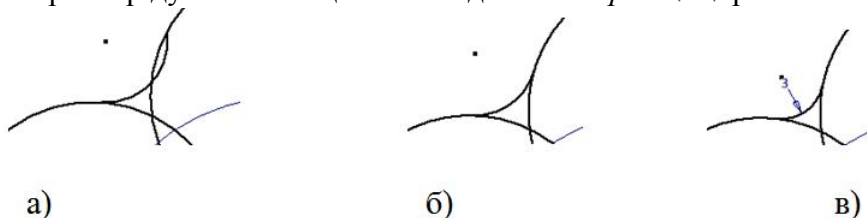

Рис. 4.4. Порядок построения сопряжения
5. Постройте сопряжение окружностей с помощью команды «Дуга» . Укажите первую точку на одной окружности, вторую на второй, третью задайте так, чтобы ее выпуклость соответствовала заданию (рис. 4.4а). Затем, используя зависимость «Касательность» , наложите условие касательности, указывая последовательно на дугу и окружность (рис. 4.4б).
6. Задайте размер дуги с помощью команды «Размеры»  равный 3 мм (рис. 4.4в).